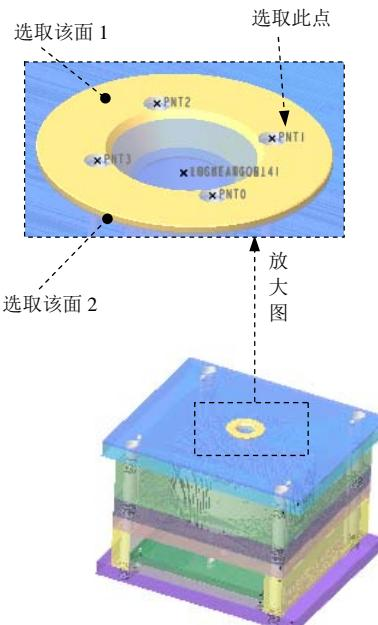

图 30.54 定义螺钉位置
Step2. 定义参考点。单击“螺钉”对话框中的 **(1) 点|轴** 按钮，此时系统弹出“选择”对话框。选取图 30.54 所示的点为螺钉定位点，在“选择”对话框中单击 **确定** 按钮。单击“螺钉”对话框中的 **(2) 曲面** 按钮，选取图 30.54 所示的面 1 为螺钉定
位面。单击“螺钉”对话框中的 **(3) 螺纹曲面** 按钮，选取图 30.54 所示的面 2 为螺钉定位面。
Step5. 参考以上步骤在图 30.54 所示的点所在的圆周上添加其他三点处的螺钉。